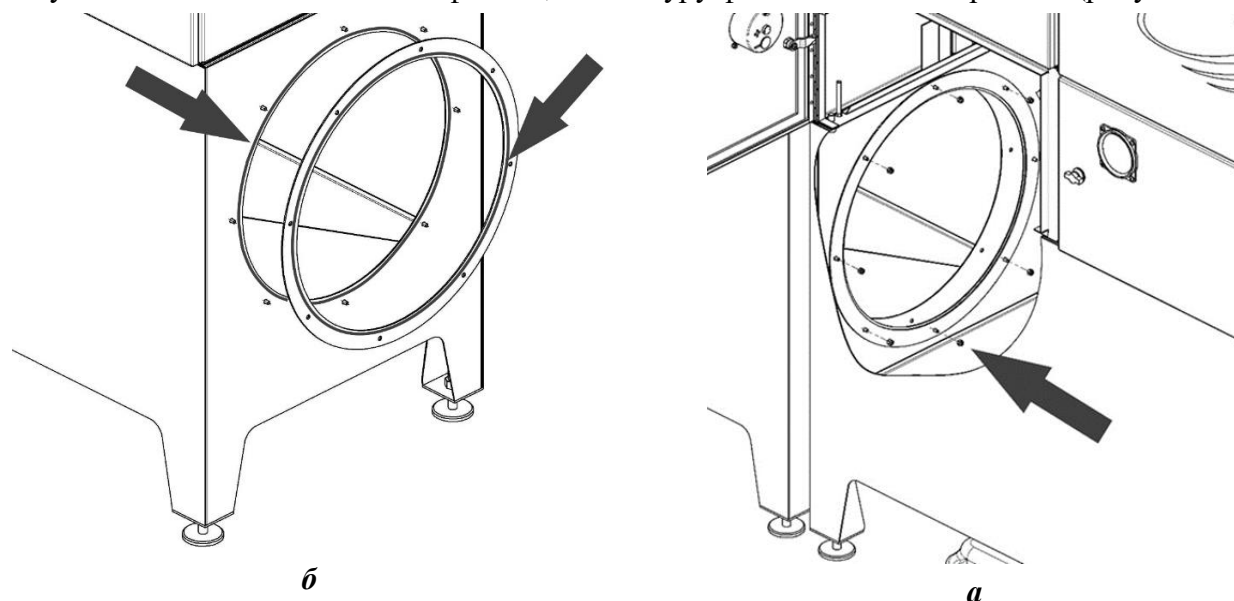

Рисунок 9
- 3) по контуру входного отверстия в приёмной камере проложить слой герметика, в отверстия приёмной камеры внутрь головкой установить четыре болта М6x16, снаружи на болты установить соединительный фланец, по контуру фланца нанести герметик (рисунок 9а);
- 6) стянуть приёмные камеры агрегатов по контуру отверстия Ø 500 мм при помощи болтов М6х16 и гаек М6 (рисунок 9б);